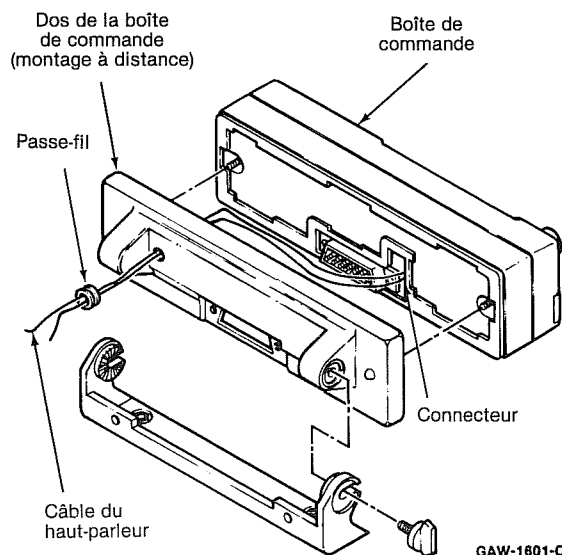

Figure 7
(9) (Montage à distance) Poussez les bornes des fils du haut-parleur (après avoir déposé prise et couvercle) à travers le boîtier arrière à distance, et branchez-les dans les broches (voir figure 7). Ne pas oublier d'installer un passe-fil sur le trou dans le boîtier arrière.